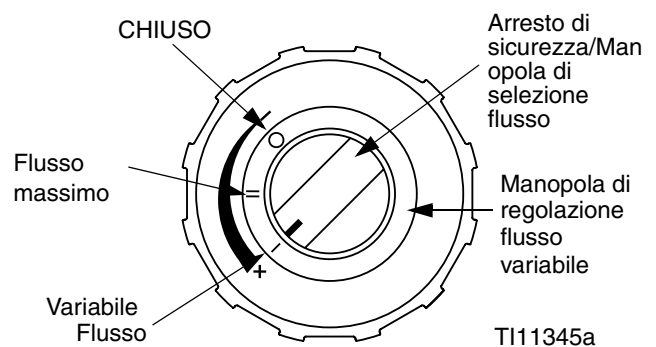

FIG. 27
2. Ruotare la manopola del selettore di flusso verso la posizione flusso variabile. Vedere FIG. 27.
3. **SPEGNERE** la valvola (W) dell'aria.
Per spruzzare un flusso ridotto, premere e ruotare la manopola del selettore di flusso verso la posizione flusso variabile. Vedere FIG. 27.
Per ritornare alla spruzzo di flusso massimo, premere e ruotare la manopola di selezione del flusso verso la posizione di flusso massimo. Vedere FIG. 27.
5. **APRIRE** la valvola dell'aria e quelle del fluido. Verificare che la manopola del selettore di flusso si trovi nella posizione di flusso variabile. Vedere FIG. 27.
La manopola di regolazione del flusso variabile non può essere ruotata quando la manopola del selettore flusso si trova in posizione di arresto di sicurezza. Vedere FIG. 27.